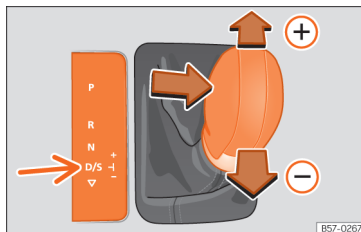

Рис. 102 Важіль селектора в положенні tiptronic.
• Натисніть важіль уперед  або назад , щоб вибрати вищу або нижчу передачу відповідно **»» рис. 102.**